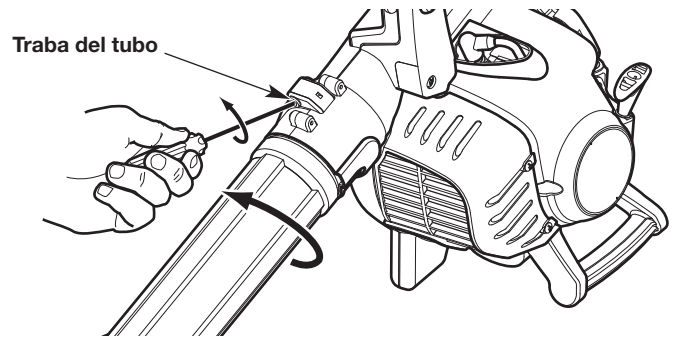

Fig. 3
2. Inserte un destornillador de cabeza plana en la traba del tubo. Gire el destornillador 1/4 de vuelta hacia la izquierda y sosténgalo en el lugar (Fig. 3).
3. Gire el tubo superior de la sopladora hacia la izquierda hasta que se destrabe de la salida de la sopladora (Fig. 3).